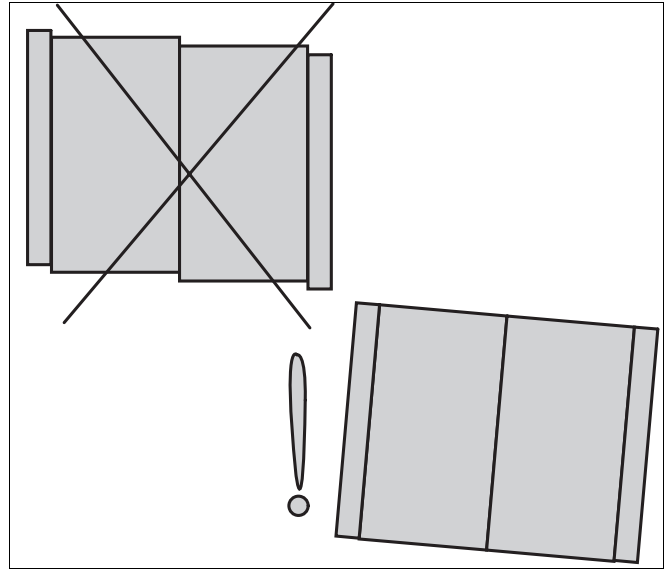

Abb. 39 Eindeckwannen und Abschlusskanäle ausrichten
- Die Eindeckwannen und Abschlusskanäle fluchtend ausrichten (Abb. 39).